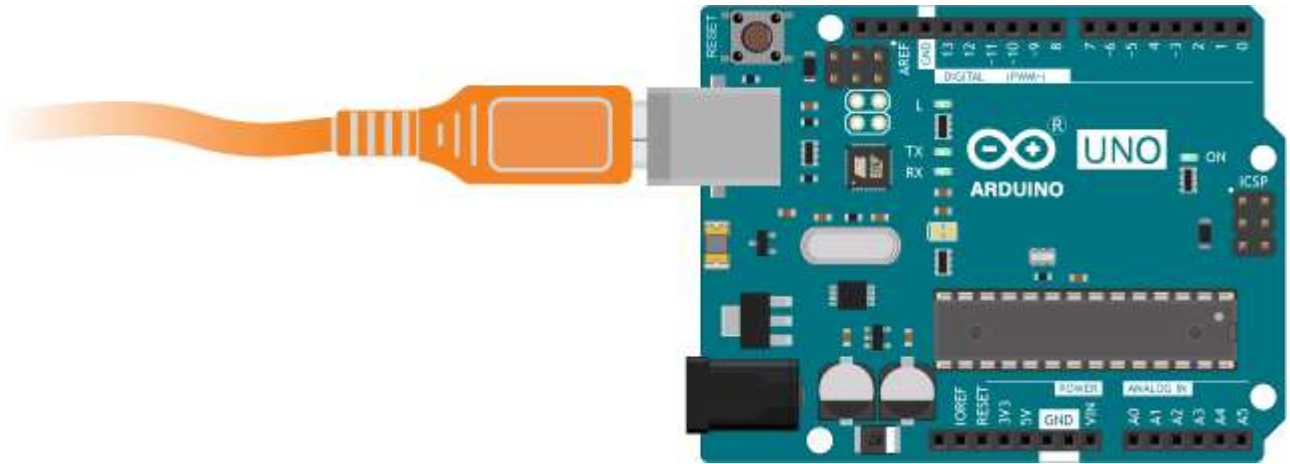

Рис.3.18 – Схема підключення плати керування Arduino Uno до ПК.
3. Підключити плату керування Arduino Uno до ПК, (рис.3.18).